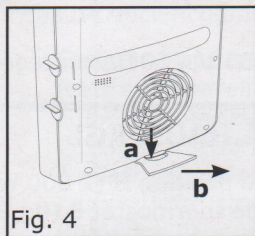

Fig. 4
- Retirer le pied amovible (si nécessaire) en poussant sur la languette (fig. 4).